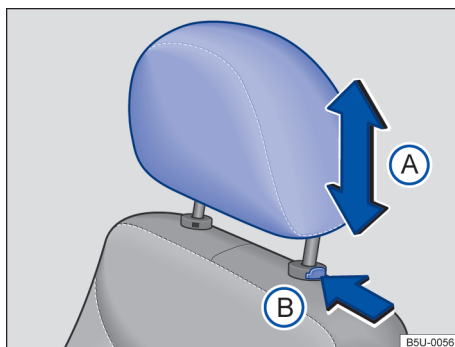

Fig. 58 Apoio para cabeça dianteiros: ajustar.
- Empurrar o apoio para cabeça para cima ou para baixo na direção da seta → Fig. 58 (A) → ⚠ em *Introdução ao tema* na página 68.